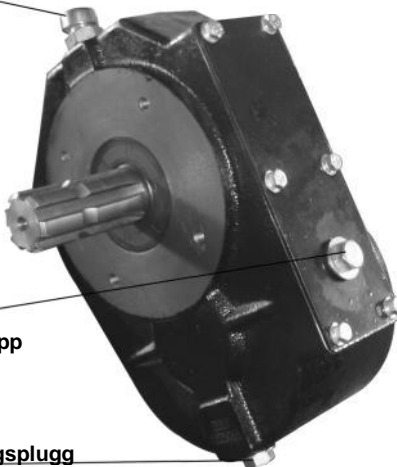

Bild 6 – Växellådsoljans serviceutrymme
6. Ta bort OLJENIVÅNS GRANSKNINGSPROPP från generatorns växellåda (bild 6).